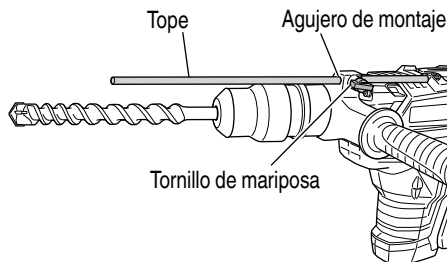

Fig. 19
- (c) Cambia la palanca selectora a "martilleo" de acuerdo con los procedimientos mencionados en el ítem (1) anterior y asegure la posición de la herramienta.
5. Instalar el tope (Fig. 19)